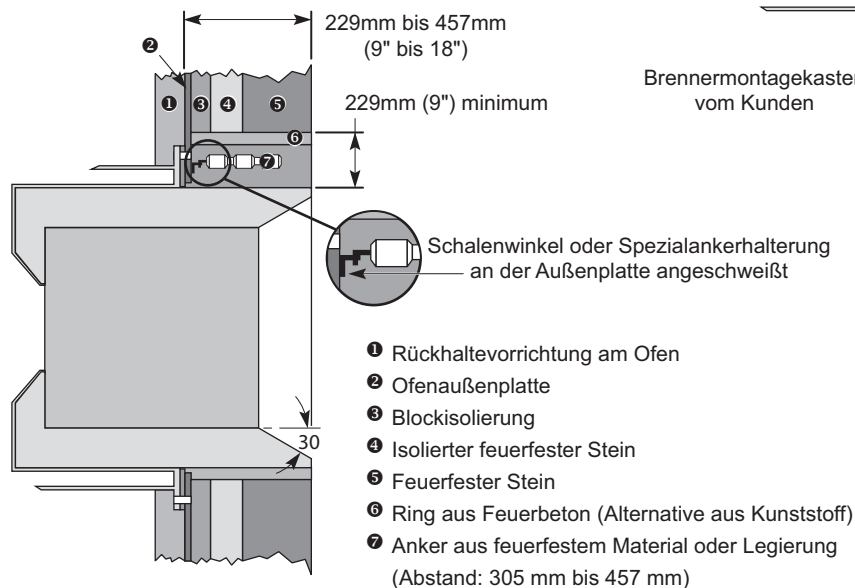

Abbildung 3.8. Vortometric Burner Mounting Arrangements
- Der Innendurchmesser des Brennerblocks ist konzentrisch um den Luftkonus im Brenner angeordnet. Siehe Abbildung 3.8, diese zeigt die Lage der Wand und enthält typische Daten und Hinweise zur Installation des feuerfesten Materials.